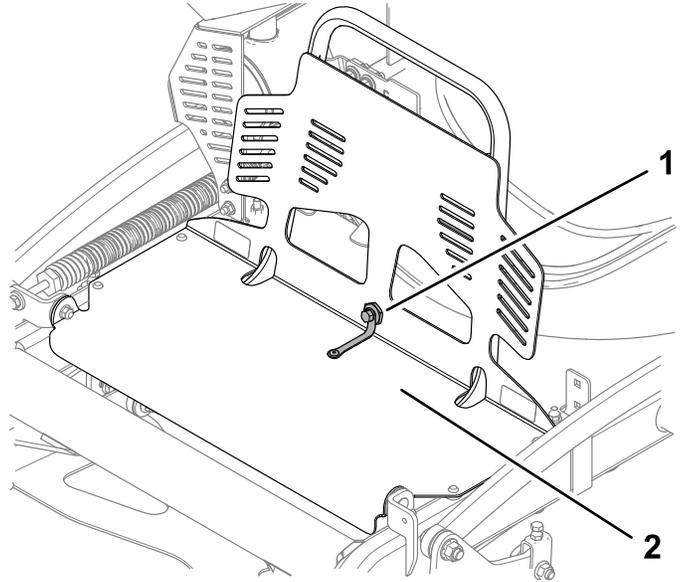

Figura 29
1. Retire o parafuso e porca com olhal que prende a proteção do motor à extensão da proteção (Figura 29).
4. Prenda a proteção do motor na extensão da proteção utilizando o parafuso e porca com olhal como se mostra na Figura 29.